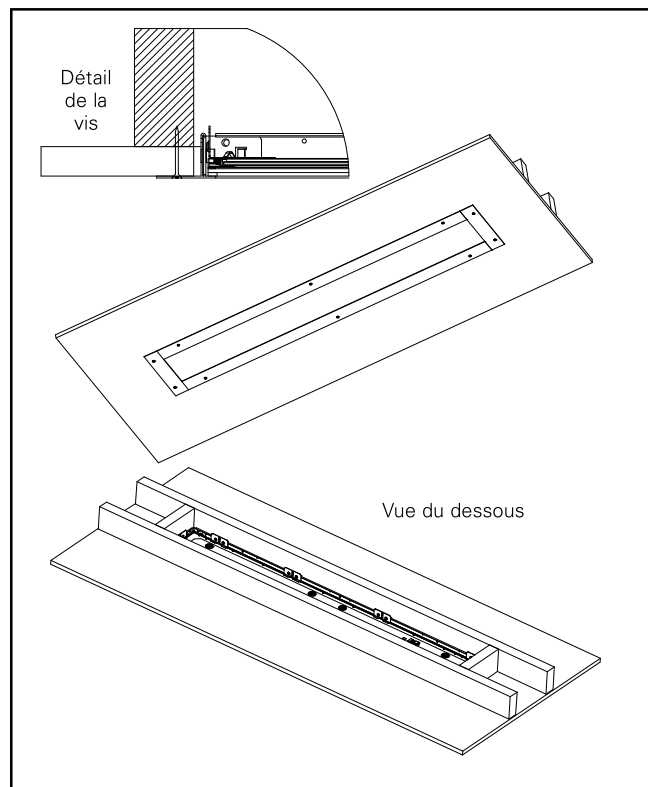

Figure 4.
- Installation finale (Figure 4.)